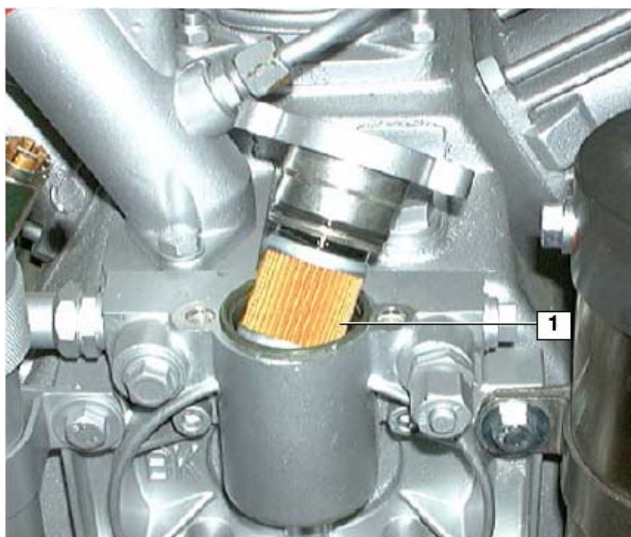

Рис.23. Замена масляного фильтра
- Вытащите фильтр (1, рис.23) из резиновой прокладки крышки